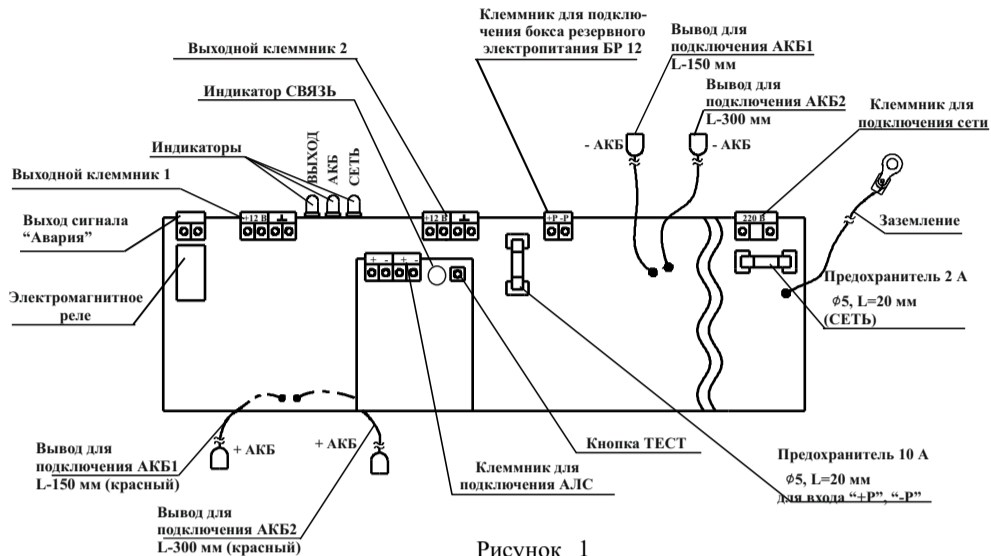

Рисунок 1
6.3 Подключение источника (Рисунок 1) производить в следующей последовательности:
Если используется только одна АКБ, рекомендуется подключить её к коротким выводам АКБ 1 (L-150 мм) в соответствии с цветовой маркировкой (см. рисунок 1) и выбрать в настройках при конфигурировании системы.